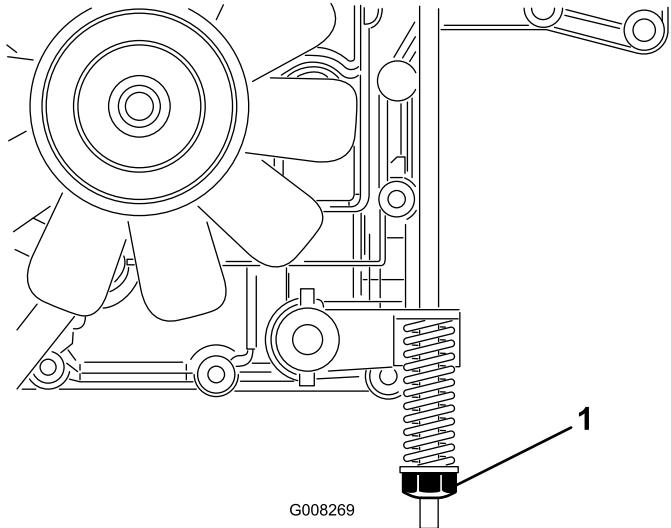

Figura 32
El freno está ubicado en la parte derecha del eje trasero, en la parte interna de la rueda trasera (Figura 32).
3. Gire la tuerca de ajuste del freno en el sentido de las agujas del reloj hasta que no pueda empujar la máquina (Figura 32).